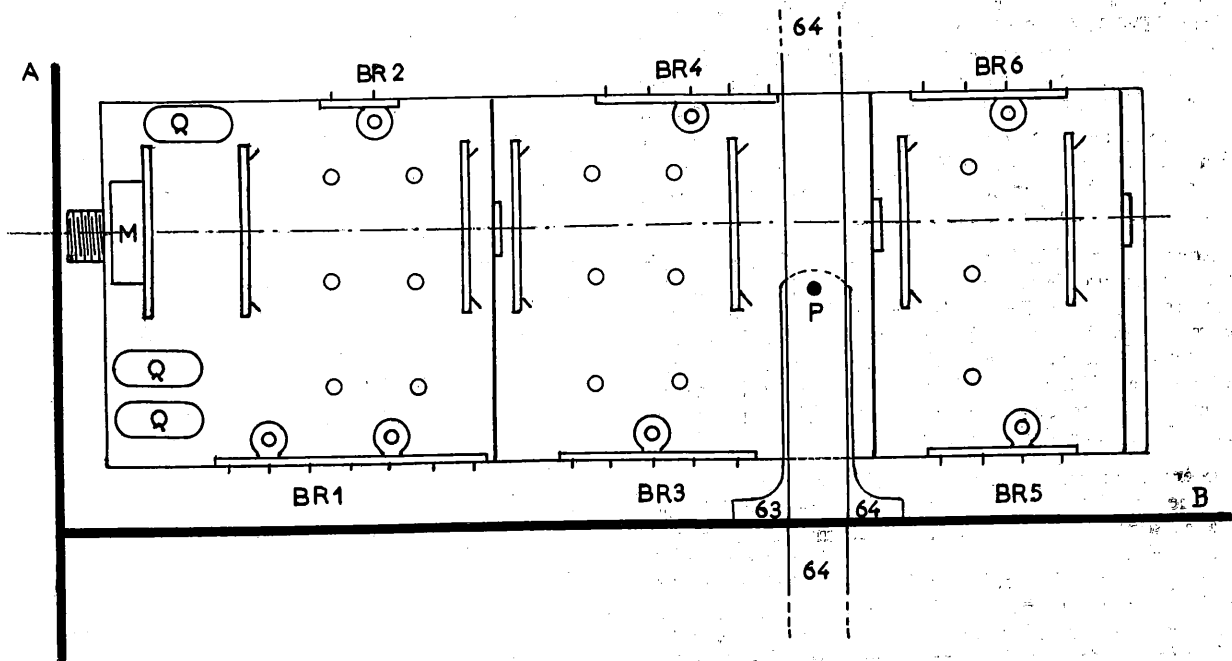

Fig. 2. — BR1 à BR6 : barrettes-relais.
**Figure 2.** — Les bobinages sont représentés par des croix. On remarque les pièces 63 et 64 vues de dessus, et la nécessité de modification de la pièce 63 est mise en évidence. Les barrettes-relais sont vissées à l'aide de vis de 3 × 5 et écrous, ou à la rigueur soudées sur le châssis de 6/10. Les barrettes 1, 3 et 5 comportent chacune deux cosses isolées destinées au renvoi des pinces de contact de la position 3,5 difficilement accessibles lorsque tous les bobinages sont en place ; BR2, 3 et 5 servent au renvoi des points communs sur chaque série de bobinages (côté HT pour le primaire de L5, côté HT primaire L2, côté ALC du secondaire L2, côté HT bobinage L3).